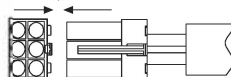

Fig.10
4. Étapes facultatives : Dans certains modèles de climatisation et de chauffage, vous devez connecter le connecteur de fil intérieur au connecteur de fil de sonde extérieure pour le dégivrage, voir Fig. 10.